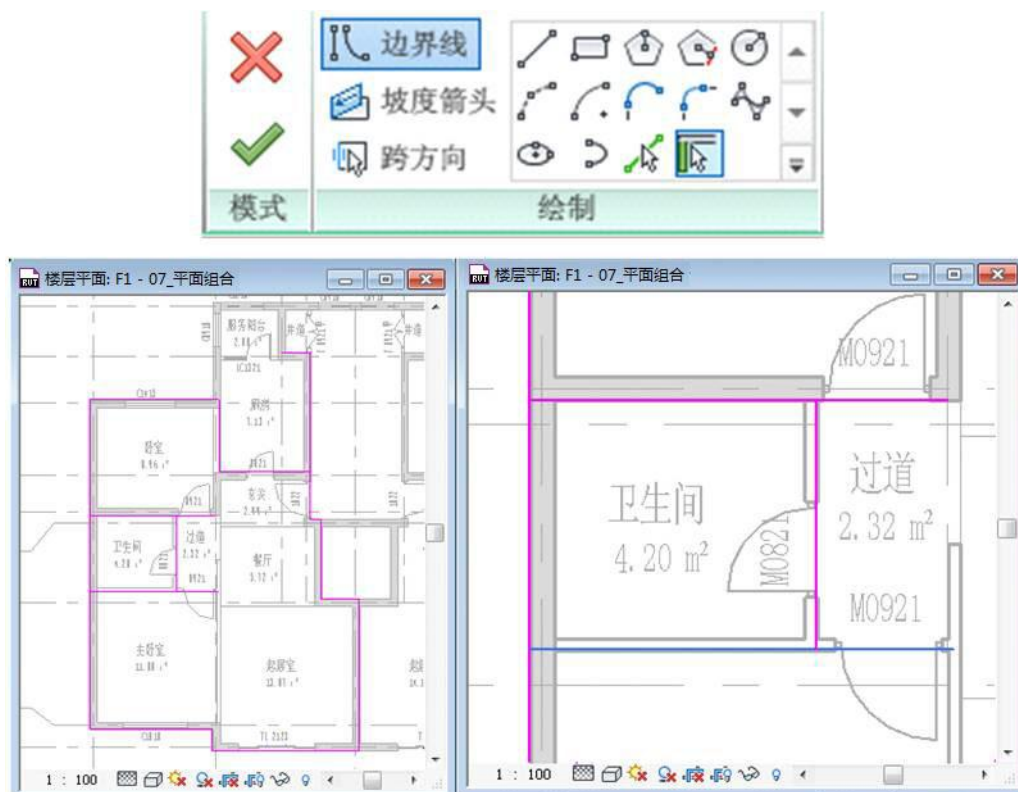

图 3-18
- 3) Revit 默认激活了“创建楼板边界”选项卡>“绘制”面板>“边界线”的“拾取墙”工具，光标在绘图区域拾取如下墙面（如图 3-18 所示）。